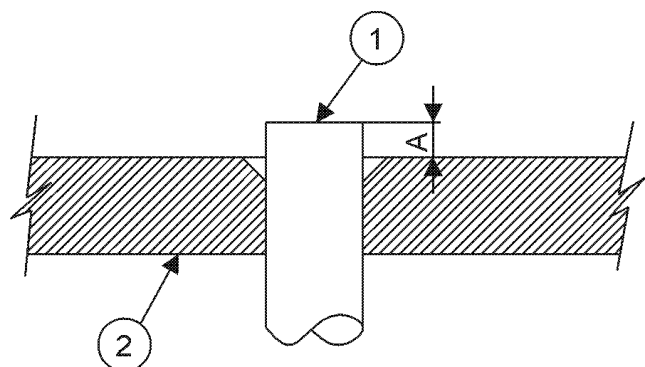

Fig. 24. Fijando el tubo en la herramienta de ensanchamiento
- B. Fije el tubo dentro de la herramienta de ensanchamiento (ver Fig. 24). La altura "A" del saliente del tubo será determinada por el diámetro externo del tubo. Ver tabla No. 2.